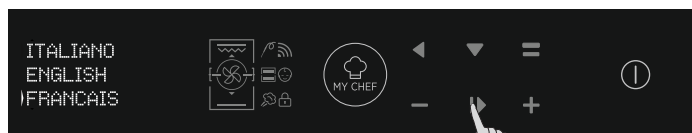

Figura 5
- Premere OK per continuare. (Figura 5)